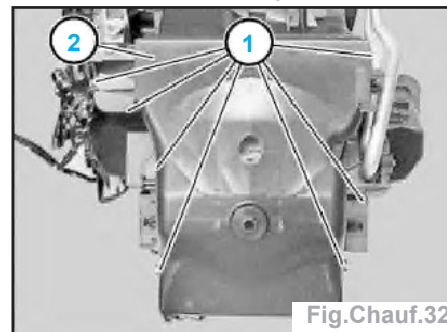

Fig. Chauff.32
- Déclipser les agrafes (1) et déposer la partie inférieure du carter (2) (Fig. chauff.32).